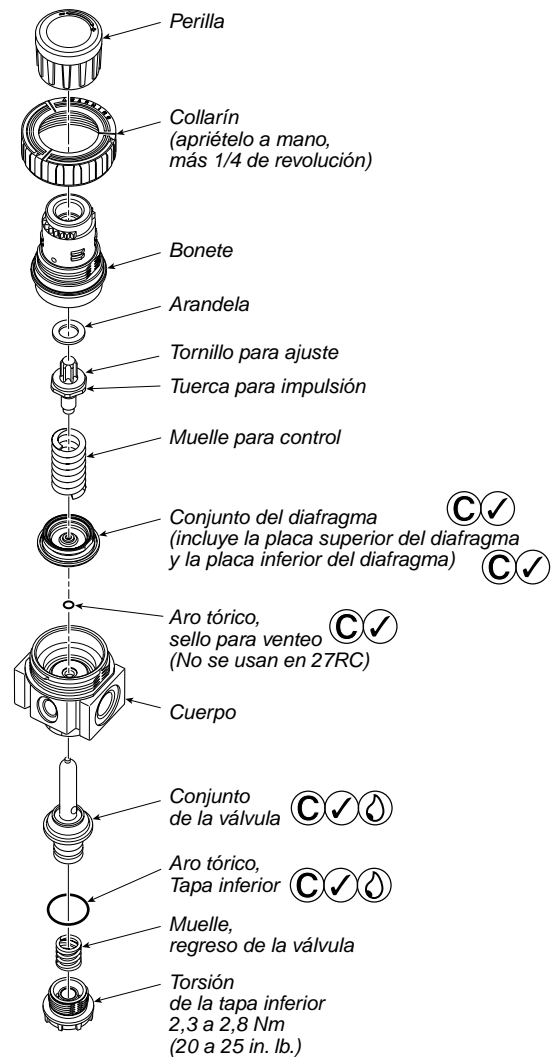

Figura 1: Reguladores R12 y P12
- Coloque el conjunto del diafragma en el bonete. Luego coloque el conjunto del bonete en el cuerpo y apriete el collarín roscado de acuerdo a la Figura 1.
- Instale las piezas tal y como se muestra en la Figura 1.
- Lubrique el aro tórico de la tapa y colóquelo en su ranura en la tapa. Después enrosque la tapa en el cuerpo hasta que se asiente en él (vea la figura 1).